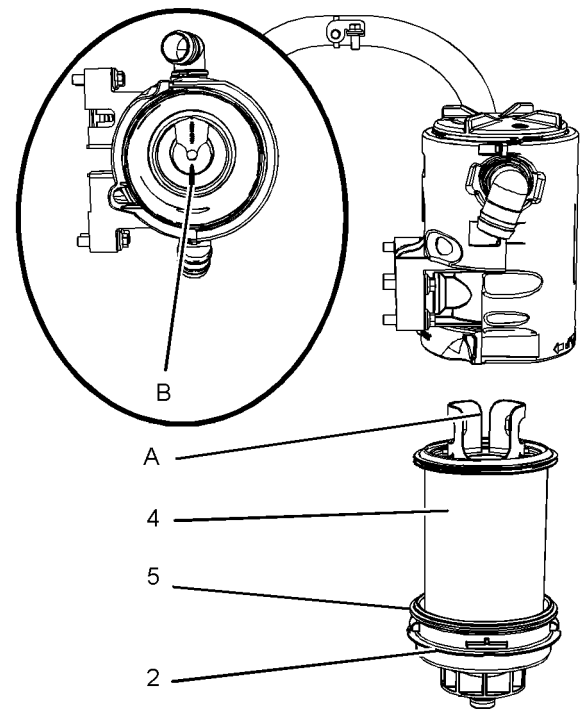

Ilustración 57
4. Instale un sello de válvula nuevo (5). Instale un elemento de filtro nuevo en la tapa inferior (2).
5. Alinee la posición (A) en el elemento de filtro con la posición (B) en la tapa superior. Consulte la Ilustración 57.